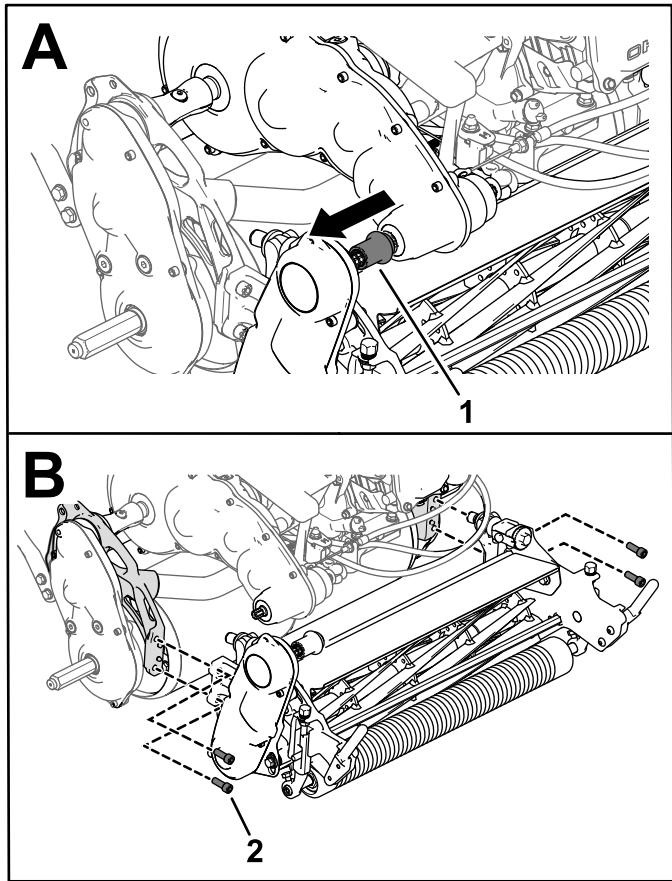

Рисунок 50
- Отсоедините патрон привода режущего блока от вала привода трансмиссии (Рисунок 50).
4. Снимите винты с головкой под торцевой ключ, которыми режущий блок крепится к раме (Рисунок 50).